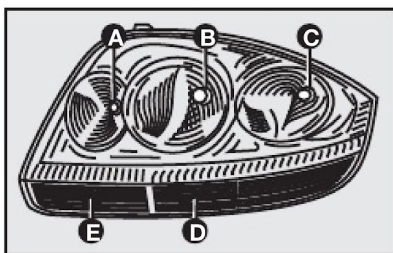

fig. 23
**GRUPOS ÓTICOS TRASEIROS - figs. 23, 24 e 25**
Os grupos óticos traseiros contêm as lâmpadas das luzes de posição, do freio, de direção e ré. A disposição das lâmpadas do grupo ótico **fig. 23** é a seguinte: